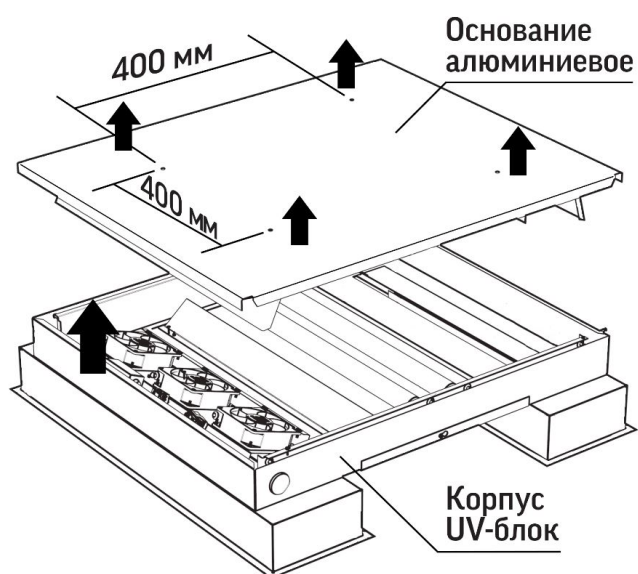

Рис.3
- Достаньте основание алюминиевое UV-блока из корпуса UV-блока (Рис. 3);
- Установите основание UV-блока через заранее подготовленные отверстия $d=5,5\text{мм}$ на расстоянии $400\times 400\text{мм}$ к монтажной поверхности (Рис. 3);
- Корпус UV-блока прикрепите к боковым стенкам основания с помощью винтов М3 (Рис. 3);